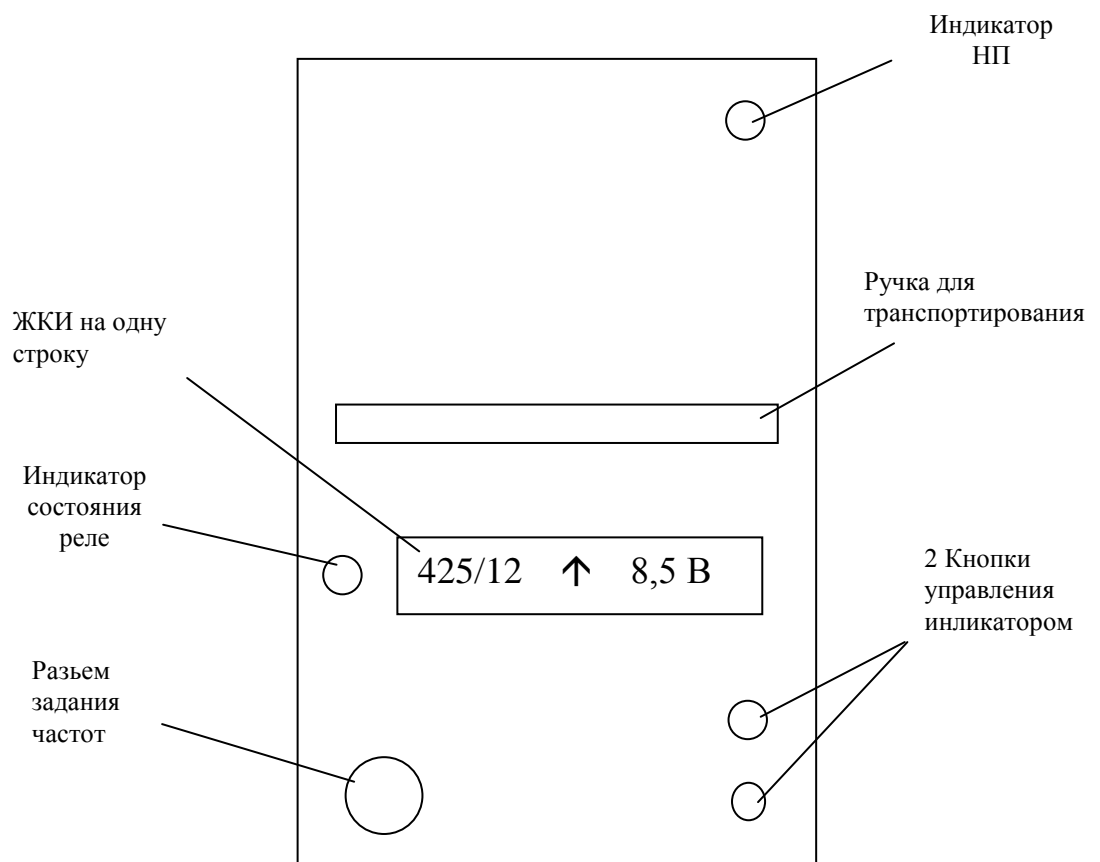

Рис.1.Лицевая панель УПП-1
- Нажать на верхнюю кнопку режима, расположенную на передней панели УПП-1. На ЖКИ меняются показания от исходного (рис. 1) до максимального значения частоты АРС: гармоника тягового тока, 75,125,175,225,275,325 Гц.